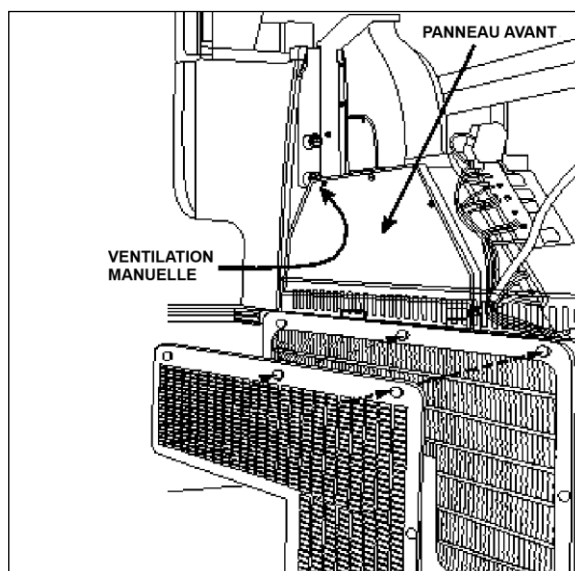
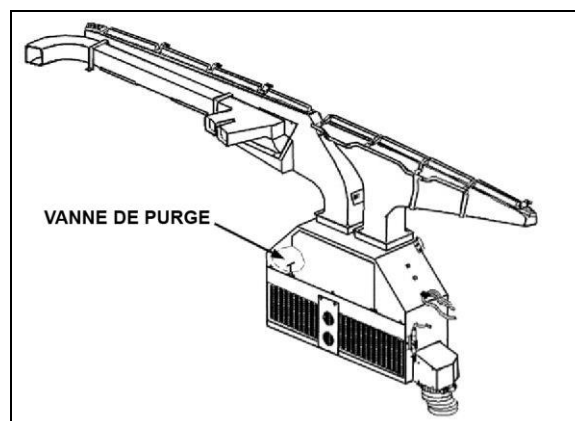
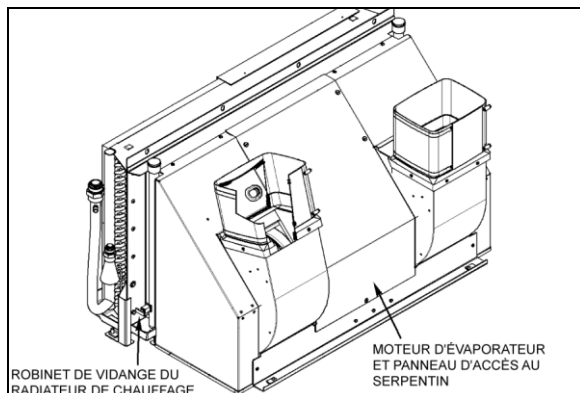
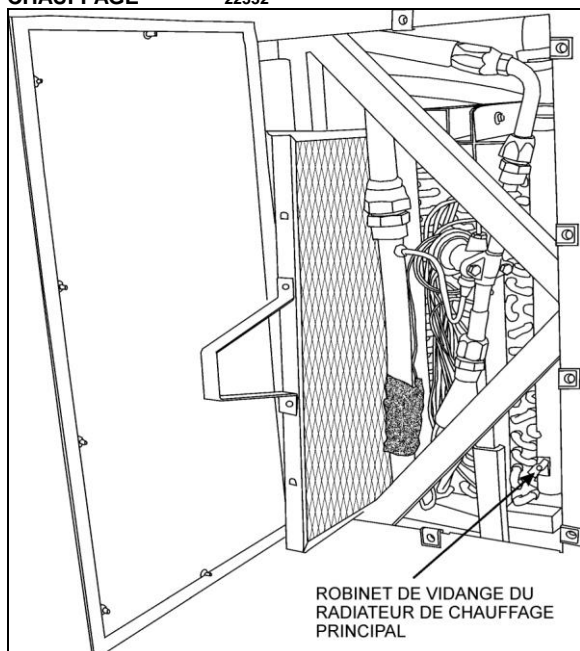

FIGURE 73 : UNITÉ DE CVC/DE DÉGIVRAGE DU CONDUCTEUR
FIGURE 74 : BOÎTE DE MÉLANGE D'AIR DE L'UNITÉ DU CONDUCTEUR
FIGURE 79 : ROBINET DE VIDANGE DU RADIATEUR DE CHAUFFAGE
FIGURE 80 : COMPARTIMENT DE L'ÉVAPORATEUR
L'air neuf entre par l'arrière des phares de droite (séries H3) ou par un plénum sous le compartiment de service avant (séries X3) et pénètre dans la boîte de mélange par l'intermédiaire d'un clapet qui peut s'ouvrir et se fermer. L'air de reprise entre par la console de droite dans la boîte de mélange (Figure 74). Le mélange d'air passe par les serpentins de refroidissement et de chauffage, par les ventilateurs et par les tuyaux d'évacuation.
4. Depuis l'intérieur du véhicule, démonter les deux panneaux de finition à l'avant de l'unité. Enlever les trois vis qui fixent le panneau avant de l'unité. Ouvrir le robinet de purge situé dans l'unité du conducteur (Figure 74). Ouvrir l'évent manuel situé du côté conducteur de l'unité de CVC (Figure 73), s'il y en a un, afin d'assurer une vidange efficace.
4. Ouvrir le robinet de vidange en bas du radiateur de chauffage (Figure 79 et Figure 80). Il est possible de détacher un raccord du flexible en haut du radiateur de chauffage (Figure 80) afin de laisser l'air entrer pendant la vidange. Le robinet de vidange principal du radiateur de chauffage se trouve dans le compartiment de l'évaporateur. Pour accéder à la soupape sur les véhicules de série X, ouvrir la porte du compartiment à bagages situé en face du compartiment de l'évaporateur (côté gauche). Ouvrir le panneau d'accès en dévissant d'un quart de tour les trois vis.
Lorsque le système de chauffage a été vidangé et rempli, ou lorsque du liquide de refroidissement a été ajouté dans le système, car il n'y en avait presque plus, il est nécessaire de purger l'air du système de chauffage. Repérer le robinet de purge illustré à la Figure 74 et à la Figure 79, l'ouvrir et le maintenir ouvert jusqu'à ce qu'il n'y ait plus d'air qui sorte des tuyaux. Ouvrir l'évent manuel situé du côté conducteur de l'unité de CVC, s'il y en a un (Figure 73).